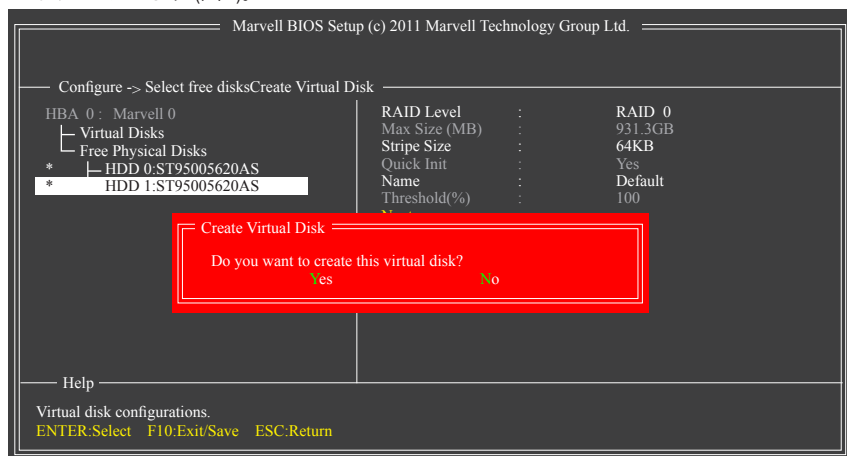

図 5
4. **Next:** 上の設定を完了した後、**Next** に移動して <Enter> を押しアレイの作成を開始します。このアレイを作成するかどうかの確認を求められたら、<Y> を押して確認するか <N> を押してキャンセルします (図 5)。